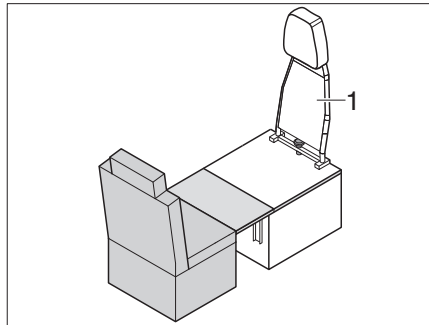

Fig. 211 Transformación del modo marcha al modo dormir
- Desmontar el respaldo (Fig. 211,1) del asiento individual (ver el capítulo 7.17.8).